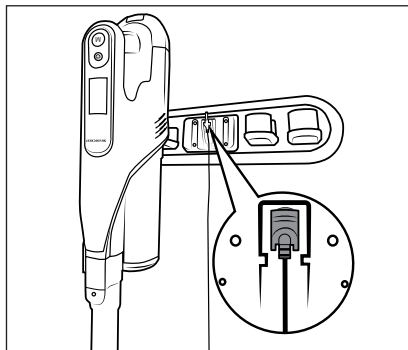

Fig. 6
- ◆ Sæt støvsugeren i vægholderen **18** ovenfra, så hulstikket **11** går ind i ladestikket **3** på undersiden af produktet. Batteriindikatoren **28** begynder at blinke, og opladningen starter (se fig. 6 og 7).